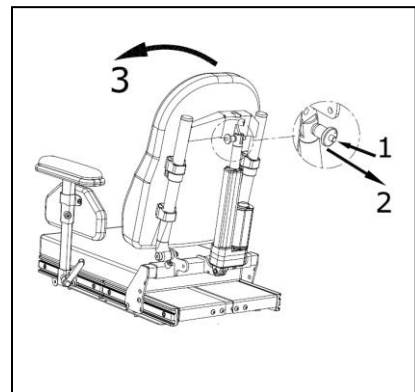

Figure 3.5
1. Dégager l'agrafe de sûreté de la tige de réglage (fig. 3.5).
2. Retirer la goupille de sécurité de la charnière (fig. 3.5).
3. Rabattre le cadre du dossier (fig. 3.5).